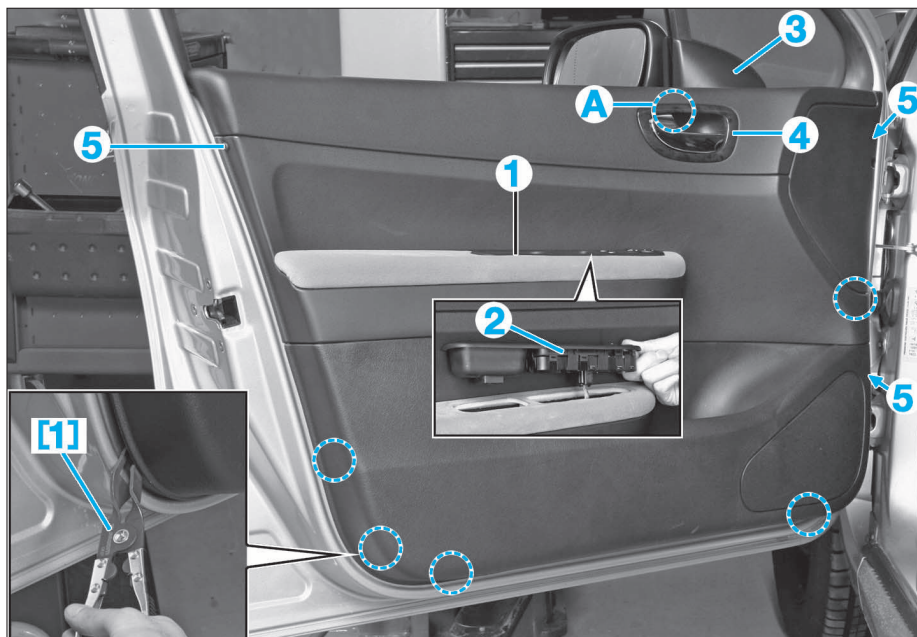

FIG. 37
- [1] Pince à dégarnir Ref.1311 (Fig.37).
- Déposer (Fig.37) :